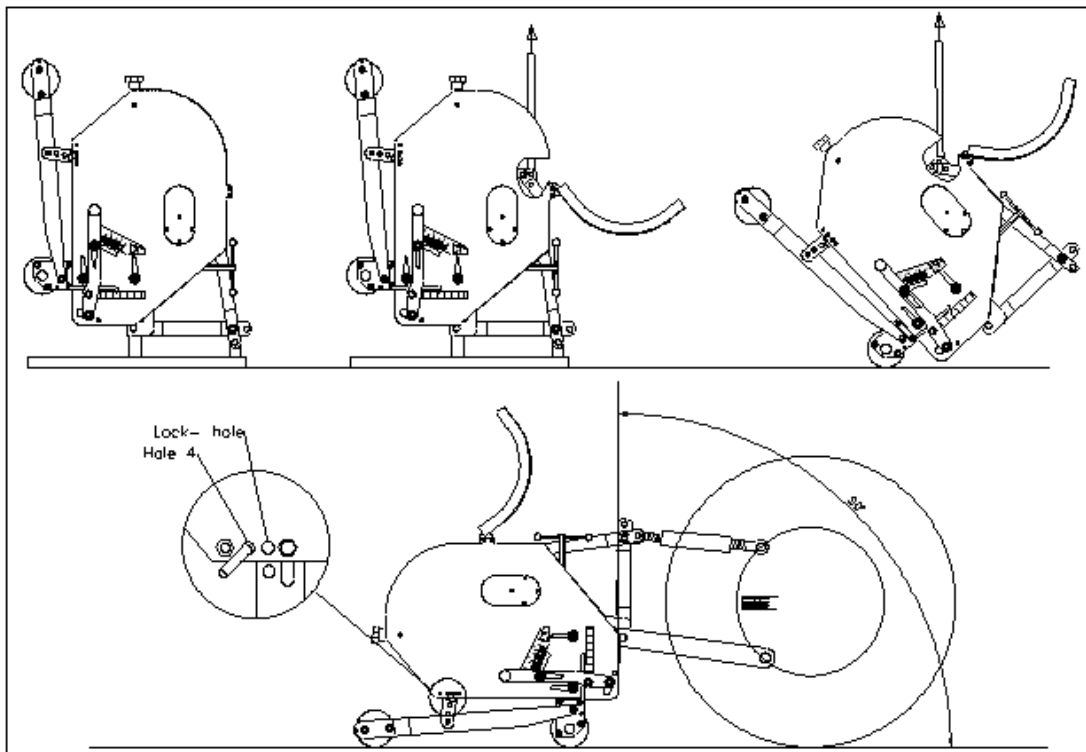
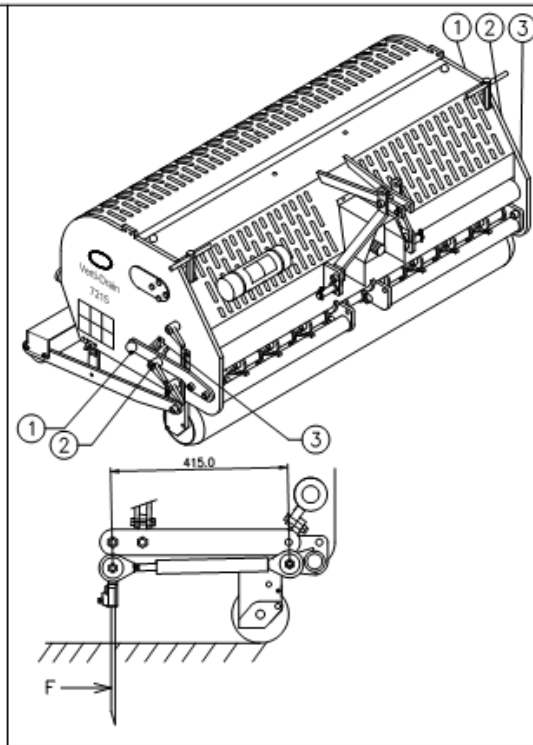

Fig. 1
Fig. 5
La máquina está en vertical sobre la paleta. Para quitar la paleta y conseguir poner la máquina horizontal sobre el suelo, proceda como se indica a continuación (véase fig.1):
Todos los pasadores se pueden ajustar simultáneamente con 2 palancas 1, situadas en ambos lados de la máquina; ver fig. 5. Levante la máquina del suelo y suelte la palanca fijadora 2 en ambos lados de la máquina. Ajuste el ángulo, girando la palanca 1. En el adhesivo 3 se puede leer en ángulo. Ajuste entonces nuevamente la palanca fijadora 2.
- @ A 90 grados los pasadores sólo entran a plomo en el suelo cuando la máquina está bien instalada véase fig. 1. Si la instalación no es la adecuada, se puede producir una fuerza F, véase fig. 5, que dañe la máquina.
- @ Si el VERTI-DRAIN no está correctamente montado detrás del tractor, véase fig. 1, algunos ángulos del eje bifurcado pueden causar vibraciones en la línea de accionamiento de la máquina. Estas vibraciones pueden dañar la máquina y los agujeros en el suelo.